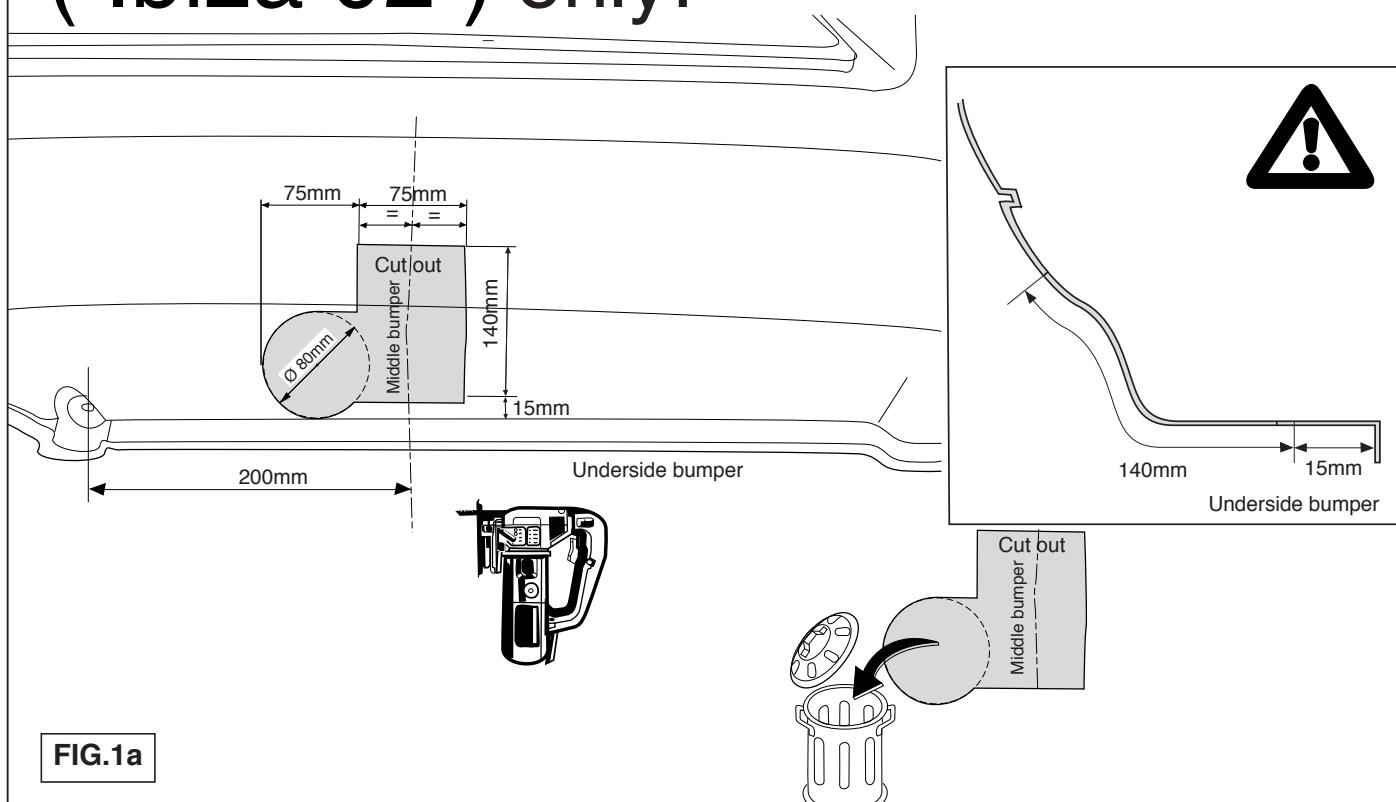

FIG.1a
3. Auf der Unterseite der Stoßstange einen Teil aus der Mitte gemäß Abb. 1a/1b herausschneiden. Das in Abb. 2 dargestellte Metallbefestigungsprofil entfernen. Das Profil wird nicht mehr angebracht.
3. Sav en del ud af kofangeren midt på undersiden jf. fig. 1a/1b. Fjern den på fig. 2 viste montageprofil af metal. Profilen anvendes ikke mere.